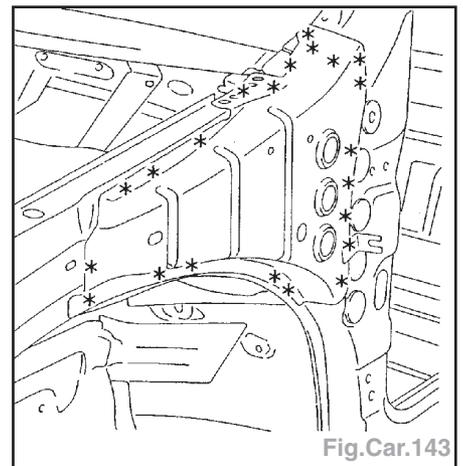

Fig.Car.143
- Dégraffer les points à l'aide d'une fraise de Ø 8 mm (Fig.Car.143).